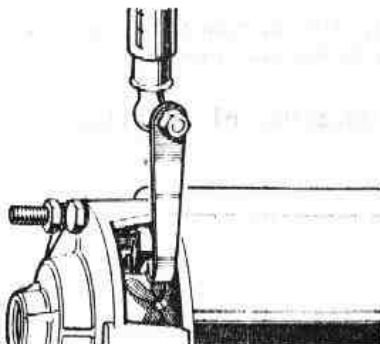

Fig. N2-26 Comprobación de la tensión de los muelles de las escobillas
- 2.1.4. Comprobar la tensión de los muelles de escobillas, utilizando un dinamómetro adecuado (Fig. N2-26), debiendo estar comprendidos entre 2 y 3 Kg. Si la lectura en alguno de los muelles fuese inferior, habría que poner uno nuevo.